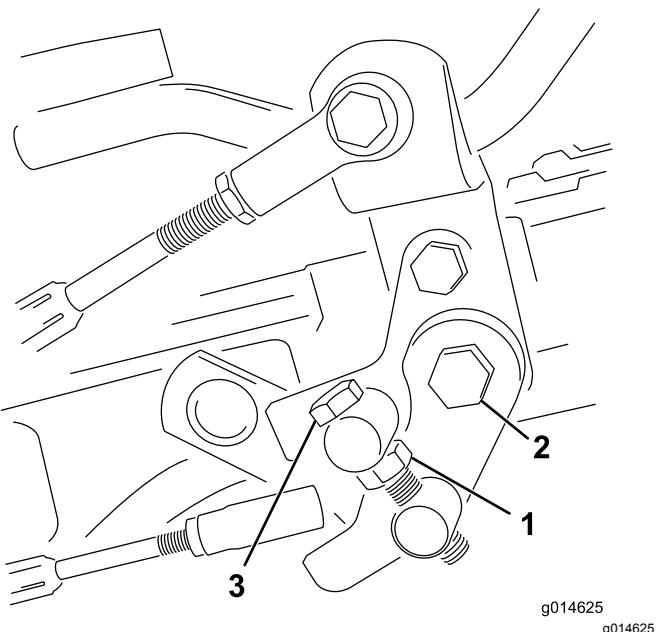

図 46
1. トラニオンボルトのジャムナットをゆるめる図46。
4. トラニオンボルトのジャムナット、およびペダルピボットのナットを締め付けて調整を固定する図46。調整を確認し、必要に応じて再調整する。